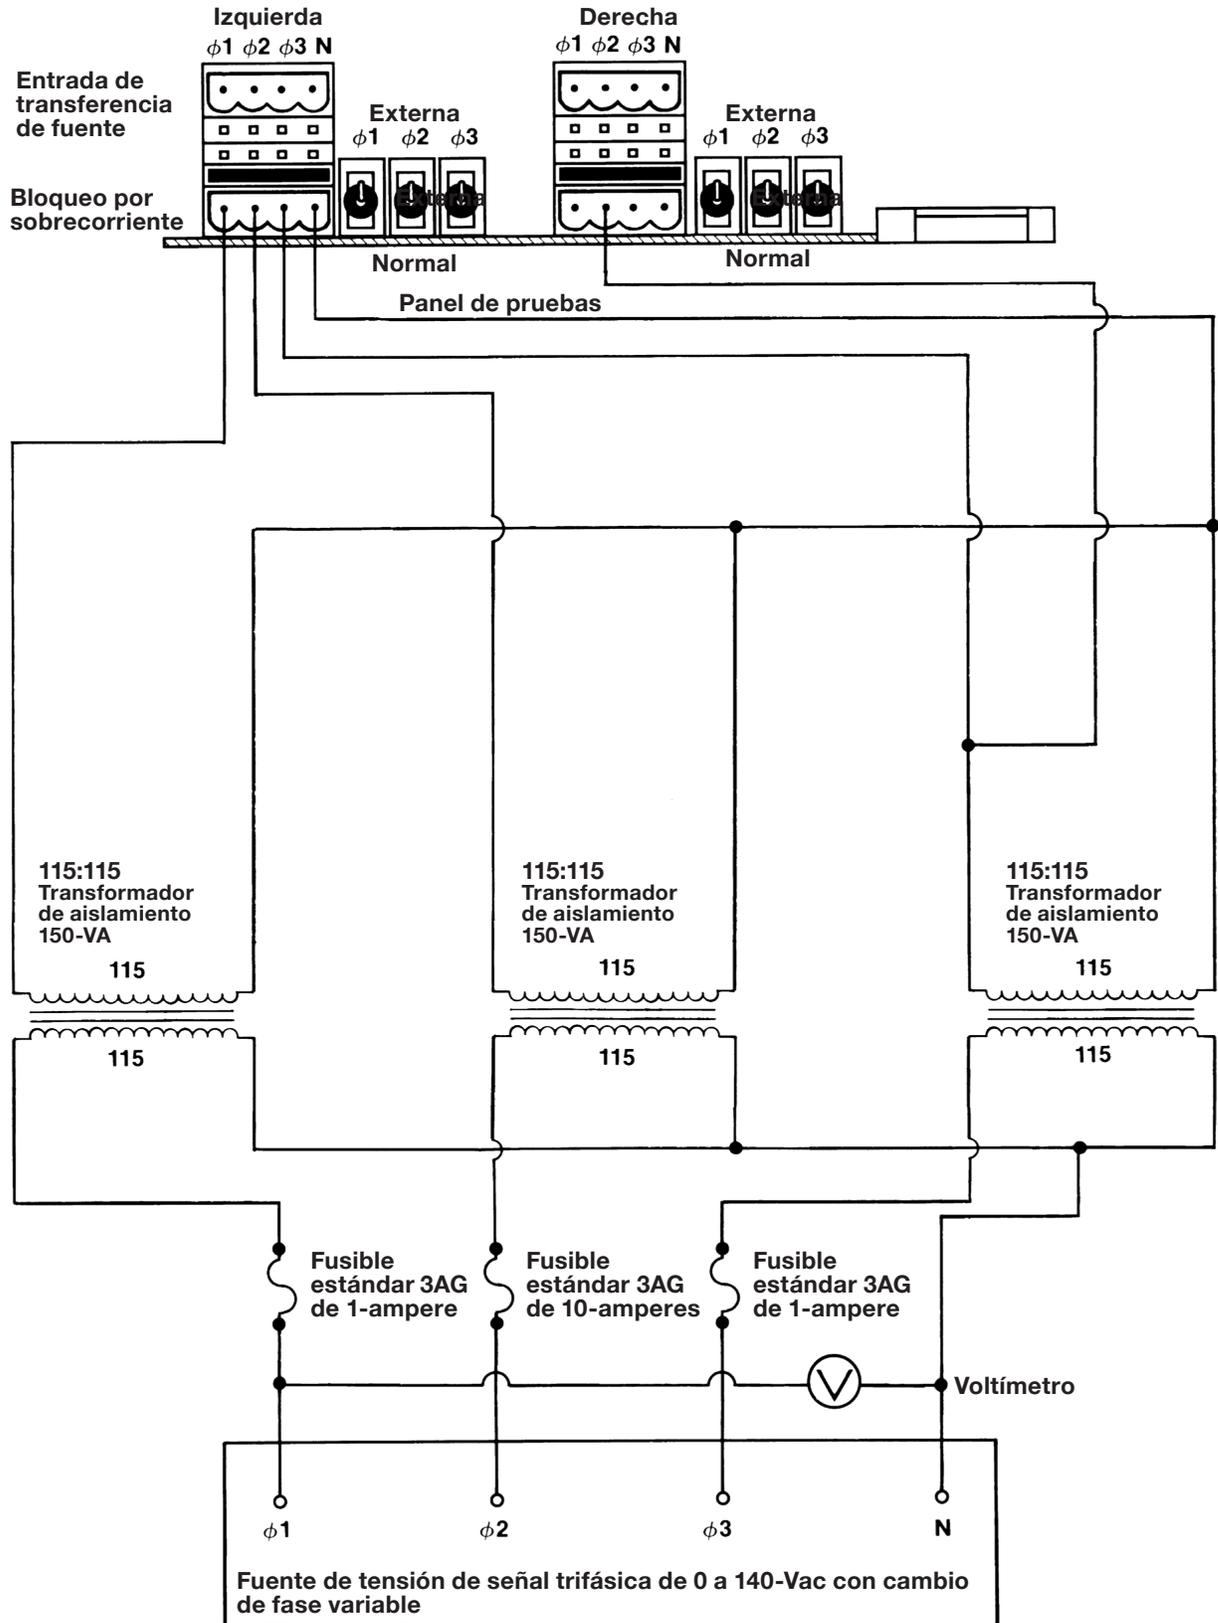

Figura 8. Diagrama de conexión del circuito de prueba trifásico fuente para las aplicaciones en seccionadores de distribución subterránea Vista.
Paso 5 Coloque los interruptores selectores de externa/normal del panel de pruebas de la fuente izquierda y de la fuente derecha en la posición “EXTERNA”. Ver Figura 8 en la página 23.
Paso 6 *Si hay disponible una fuente de tensión de señal trifásica de 140-voltios, 60-Hz con cambio de fase variable*, establezca las conexiones del circuito de prueba trifásico fuente según se indica en la Figura 8 de la página 23.
Paso 16 Si se utiliza el circuito de prueba de fuente monofásico que se muestra en la Figura 8 de la página 23, repita los Pasos 11 al 15 para la fase 2 y luego para la fase 3.